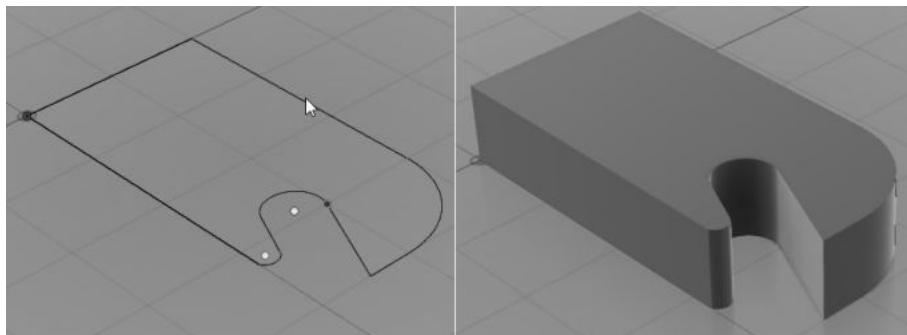

Abb. 1.27: 2D-Skizze und EXTRUSION
- EXTRUSION – Ein ebenes Profil wird senkrecht zur Skizzierebene bewegt, wodurch der Volumenkörper entsteht (Abbildung 1.27).